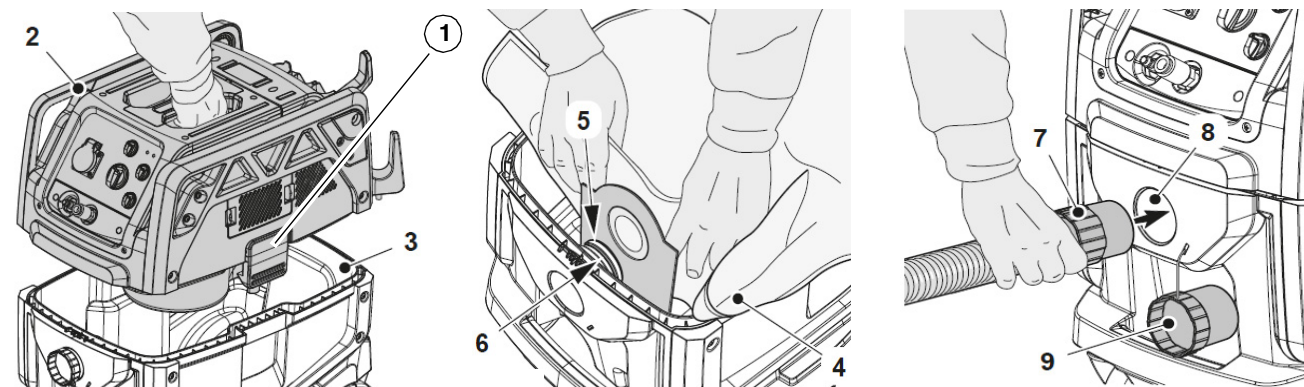

Abb. 5-1: Vorbereitung des Geräts
- ➔ Die Hebel (Pos. 6, Abb. 4-1, bzw. Pos. 1, Abb. 5-1) lösen und die Kopfgruppe (Pos. 2, Abb. 5-1) vollständig entfernen.
- ➔ Sicherstellen, dass im Inneren des Abfallbehälters (Pos. 3, Abb. 5-1) der Fleecebeutel (Pos. 4, Abb. 5-1) eingesetzt ist.
- Den Fleecebeutel in den Stutzen (Pos. 5, Abb. 5-1) schieben, bis er über den Kragen reicht (Pos. 6, Abb. 5-1).
- Den Fleecebeutel sorgfältig im Inneren des Abfallbehälters (Pos. 3, Abb. 5-1) auslegen.
- ➔ Die komplette Kopfgruppe (Pos. 2, Abb. 5-1) einbauen und mit den Hebeln (Pos. 6, Abb. 4-1, bzw. Pos. 1, Abb. 5-1).
- ➔ Die Muffe (Pos. 7, Abb. 5-1) des Saugschlauches bis zum Anschlag in den Stutzen (Pos. 8, Abb. 5-1) des Abfallbehälters einführen.
- ➔ Um die Muffe (Pos. 7, Abb. 5-1) zu lösen, muss sie leicht gedreht und nach außen gezogen werden. Wenn der Stutzen (Pos. 8, Abb. 5-1) nicht in Gebrauch ist, verschließen Sie ihn mit dem im Lieferumfang enthaltenen Deckel (Pos. 9, Abb. 5-1).
- Die Hebel (Pos. 6, Abb. 4-1, bzw. Pos. 1, Abb. 5-1) lösen und die Kopfgruppe (Pos. 2, Abb. 5-1) vollständig entfernen.
- Falls vorhanden, den Fleecebeutel (Pos. 4, Abb. 5-1) entfernen.
- Die komplette Kopfgruppe (Pos. 2, Abb. 5-1) einbauen und mit den Hebeln (Pos. 6, Abb. 4-1, bzw. Pos. 1, Abb. 5-1).
- Die Muffe (Pos. 7, Abb. 5-1) des Saugschlauches bis zum Anschlag in den Stutzen (Pos. 8, Abb. 5-1) des Abfallbehälters einführen.
- Um die Muffe (Pos. 7, Abb. 5-1) zu lösen, muss sie leicht gedreht und nach außen gezogen werden.